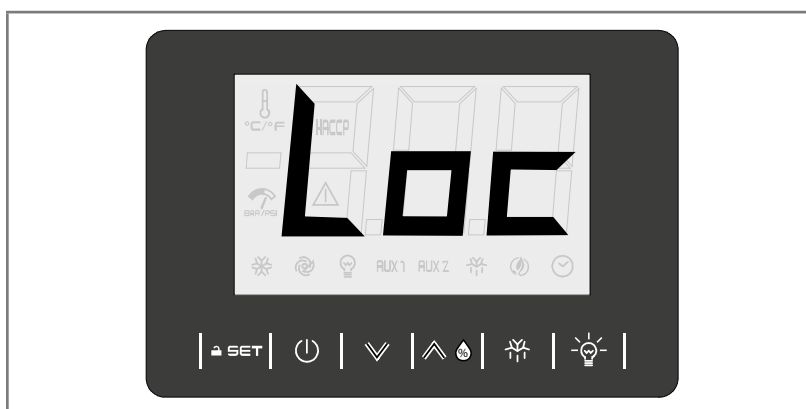

Abb. 5.4 ~~Sperr~~ Tastatur
- Bei 30 Sekunden Taste nicht gedrückt werden, wird das Menü wieder gesperrt (Abb. 5.4.)